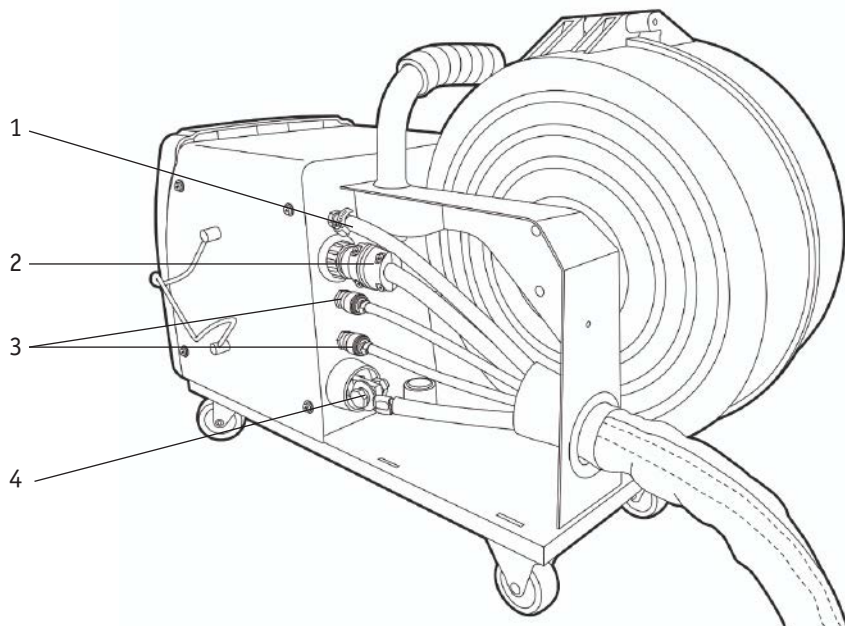

Рис. 9.0.1. Схема подключения подающего устройства TECH WF-501 и WF-502 Digital.
1. Подключите кабели к подающему устройству. Схема подключения подающего устройства TECH WF-501 и WF-502 Digital показана на рис. 9.0.1.